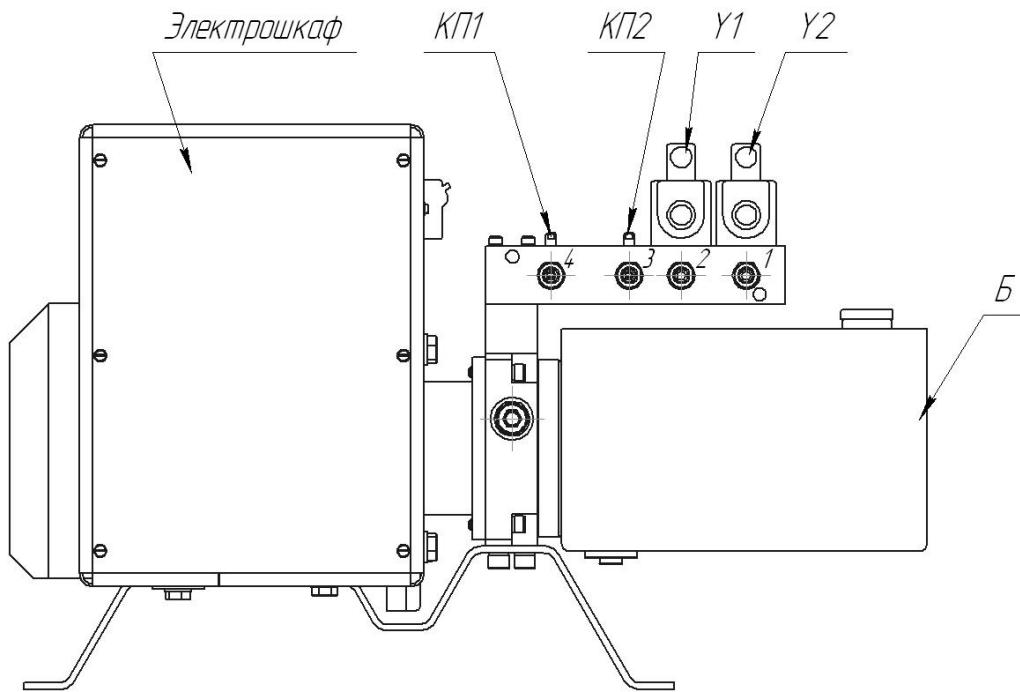
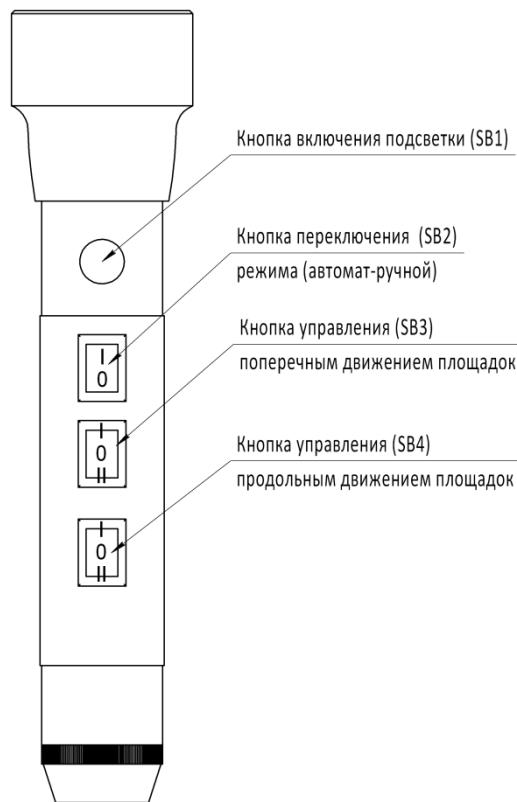

Рисунок 2 Гидростанция
Рисунок 4 Пульт-фонарик
- Переводим тумблер SB2 в положение (0) (рис.2).
- Переводим тумблер SB3 движения платформ в положение (I), при раздвижении платформ в крайнее положение удерживаем тумблер;
- Повторяем предыдущий пункт для продольного движения платформ (рис.4);
- попеременным переводом кнопки SB3 ПДУ в положения I-II (рис. 4) перемещать подвижные площадки в поперечном направлении;
- попеременным переводом кнопки SB4 ПДУ в положения I-II (рис. 4) перемещать платформы площадок в продольном направлении;